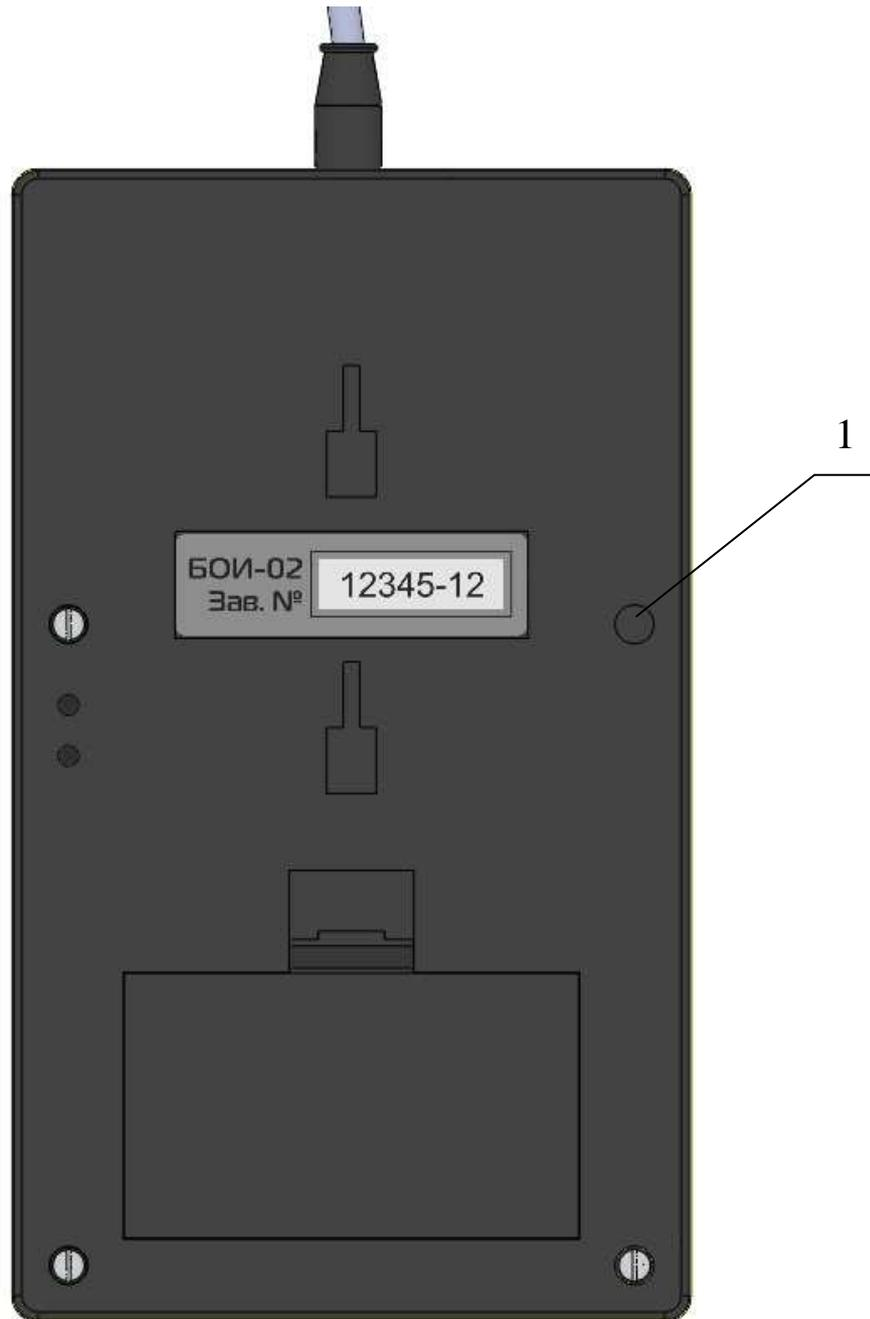

Рис.7 – Схема пломбирования блока индикации (отображения информации) МКС-02
1.10.3. Пломбирование блоков индикации (отображения информации) производится пластилином или сургучом на головках винтов, фиксирующих части корпуса (рис. 6 для БОИ-01, рис. 7 для МКС-02). Поверх расплавленной пломбы устанавливается клеймо производителя. При попытке вскрытия блока индикации (отображения информации) происходит нарушение клейма и пломбы.